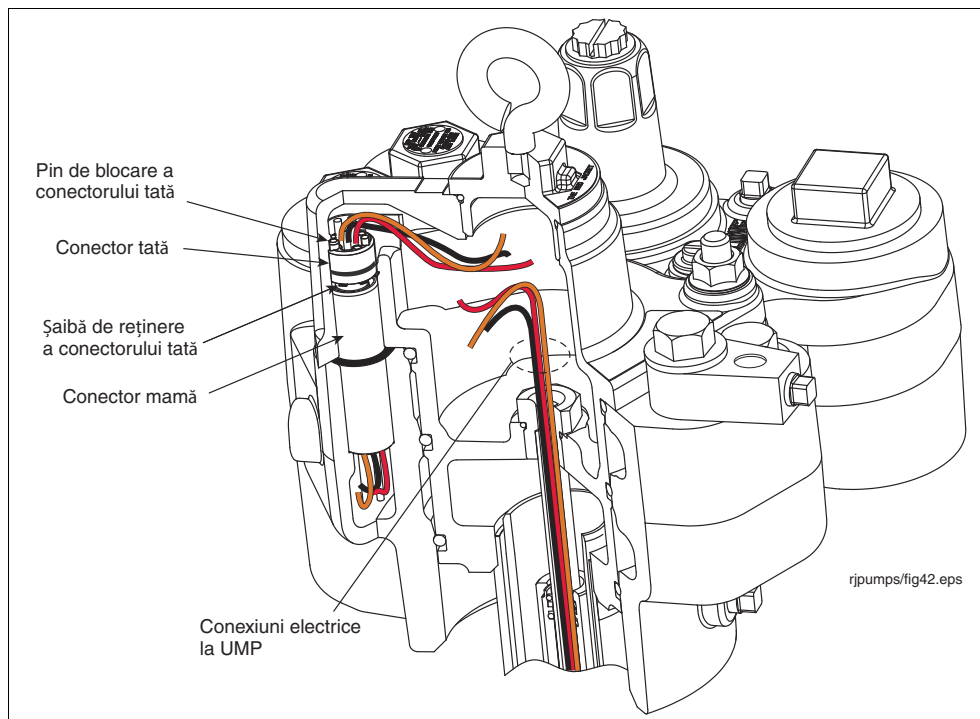

Figura 32. Conectori conductori pachet la distribuitor
5. Localizați conectorul tată din interiorul pachetului (vezi Figura 32).
27. Scoateți garnitura inelară a conectorului mamă al distribuitorului. Luați garnitura inelară de 0,862" DI x 0.103" lățime din kitul de piese/etanșare și lubrifiați-o cu vaselină rectificată. Introduceți această garnitură inelară în canalul său din distribuitor în jurul conectorului mamă (vezi Figura 32 la pagina 41).